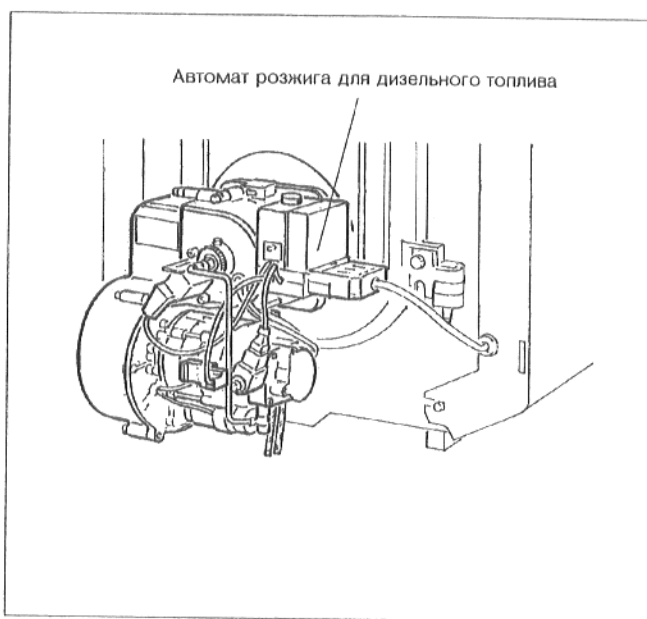

Рис. 7
- Проверить подключения в цоколе автомата розжига дизельного топлива и штекерные соединения компонентов оборудования (рис. 7).